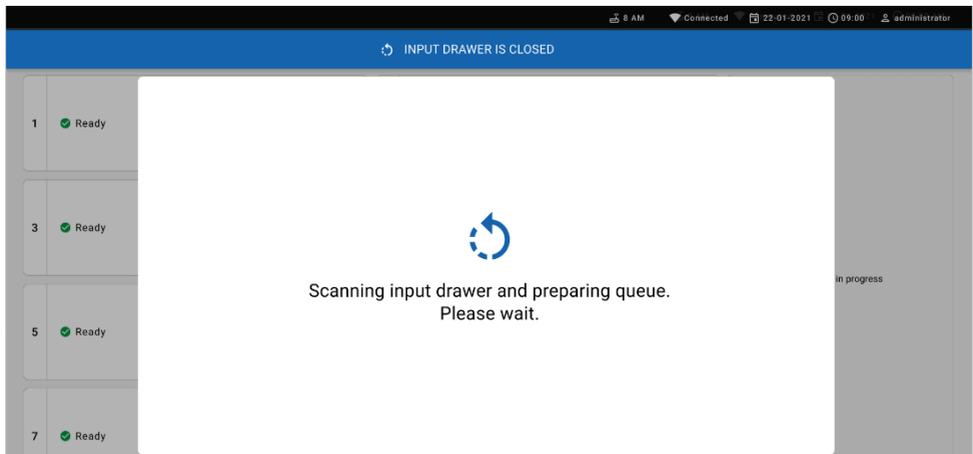

Abbildung 61. Bildschirm „Erstellen der Warteschlange“.
13. Schließen Sie die Eingabeschublade, sobald alle Kartuschen gescannt und eingesetzt wurden. Das System scannt die Kartuschen und erstellt eine Warteschlange (Abbildung 61).